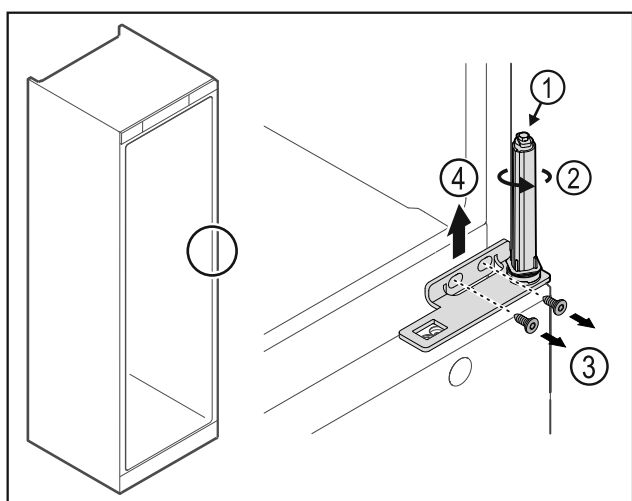

Fig. 27
- Älä pura oven sulkuyksikköä Fig. 27 (1).
- Kierrä sulkuyksikköä Fig. 27 (2), kunnes se naksahdaa.
- Avaa ruuvit Fig. 27 (3) ja ota saranakulma yläkautta pois Fig. 27 (4).